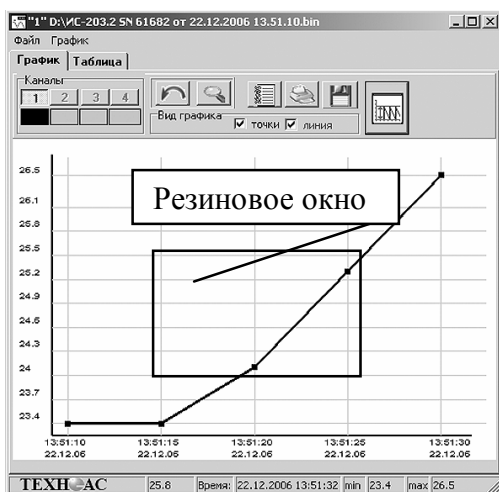

Рис.14
- **кнопки возврата** - основной режим при работе с графиком – масштабирование. Масштабирование производится посредством резинового окна (рис.14). Для того чтобы увеличить график до необходимого размера, необходимо нажать и, не отпуская клавишу мыши, потянуть манипулятор мышь в произвольном направлении. В результате появится резиновое окно, которое и определяет область масштабирования графика.